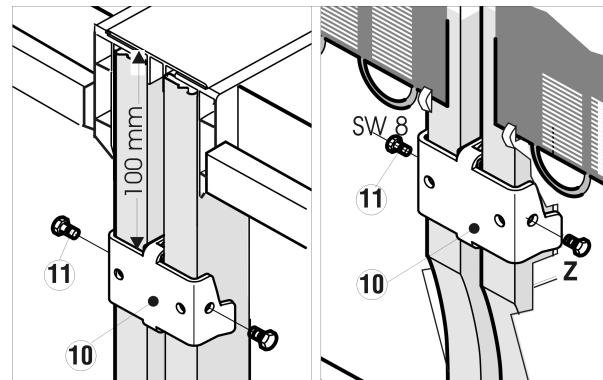

Fig. 6
- С обратной стороны сверху и снизу следует установить широкие крепежные уголки Fig. 6 (10).
- ▶ Нижний крепежный уголок вставьте в соответствующий вырез (Z).
- ▶ Затем оба крепежных уголка *Fig. 6 (10)* прочно затяните с боков с помощью винтов с шестигранными головками *Fig. 6 (11)*.